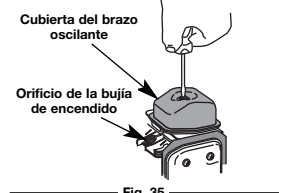

Fig. 35
6. Limpie la suciedad de alrededor de la cubierta del brazo oscilante. Saque el tornillo que sostiene la cubierta del brazo oscilante con un destornillador grande de vástago plano o con una broca Torx T-25 (Fig. 35). Saque la cubierta y la junta del brazo oscilante.
- El pistón se encuentre en la parte superior de su recorrido mientras mira dentro del orificio de la bujía de encendido (Fig. 35).